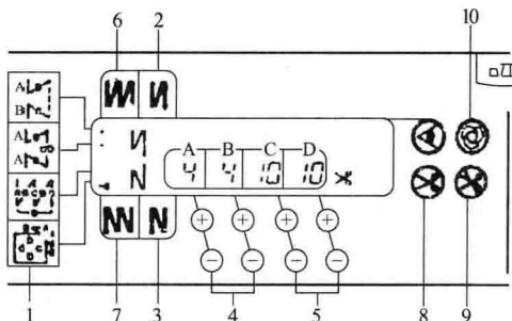

图 1-7 四角缝制图案操作
(1) 选择四角缝制图案 如图 1-7 所示，按四角缝制图案按钮 1，选择四角缝制图案，此时设定的针数及状态能被显示出来。
(2) 当需要变更四角缝制图案的各边针数时，可以用 C、D 的各针数设定开关 5 的“+”或“-”，分别设置和变更 C 段缝制工序和 D 段缝制工序的针数。需要选择倒缝，并设置和变更其针数时，可以用 A、B 的针数设定按钮（变更范围为 A、B 时，为 0~19 针；范围时则 C、D 为 0~99 针）。